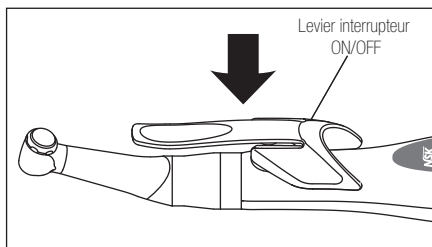

Fig. 6
Le recours à des housses permet d'éviter la contamination croisée durant l'utilisation. Correctement installée, la housse couvrira, comme illustré ci-dessous (Fig. 6), intégralement la pièce à main moteur. Pour assurer la meilleure compatibilité, le choix devrait se faire conformément à l'"Exemple de housse" ci-dessous.
- 1) Montez le levier interrupteur ON/OFF illustré à la Fig.6